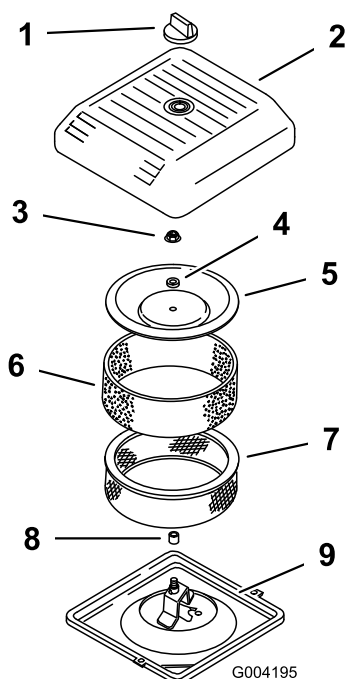

図 44
3. エア・クリーナのカバーを固定しているノブを外し、カバーを取り出す(図 44)。
4. ペーパー・エレメントについているスポンジ・エレメントを注意深く外す(図 44)。
5. カバー・ナットを外し、カバー、スペーサ、ペーパー・エレメントを外す(図 44)。
2. エア・クリーナのベースにエア・クリーナ・アセンブリを取り付ける(図 44)。
3. カバーとスパーサを元どおりに取り付け、ナットで固定する(図 44)。ナットを 95inch-lb (1.0kg.m) にトルク締めする。
4. エア・クリーナのカバーを元通りに取り付け、ノブで固定する(図 44)。